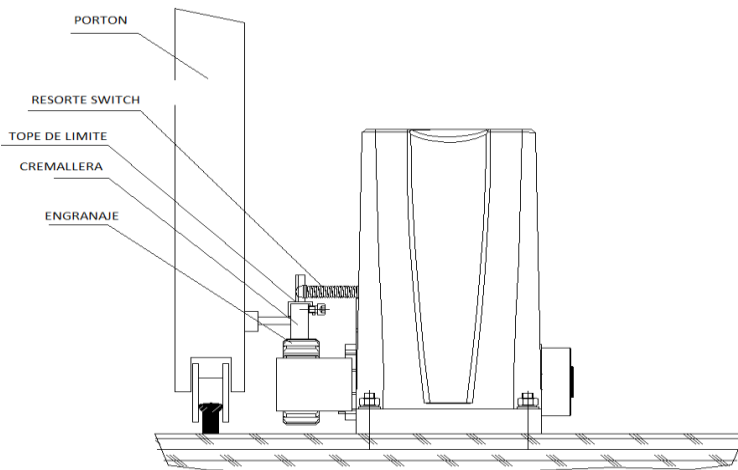

Fig.5
- Instalar los limites de Carrera ver Fig.5. el resorte switch y los limites de Carrera se usan para controlar el limite de cierre y apertura.